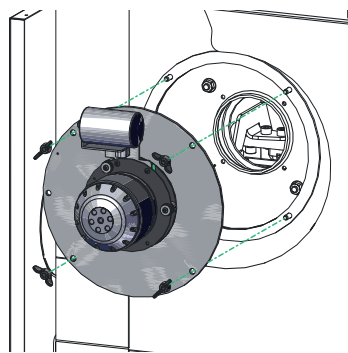

Fig. 24 Staccare e smontare l'aspiratore
- ▶ Staccare il cavo dell'aspiratore, svitare i quattro dadi ad alette dell'aspiratore e rimuoverlo – Fig. 24.